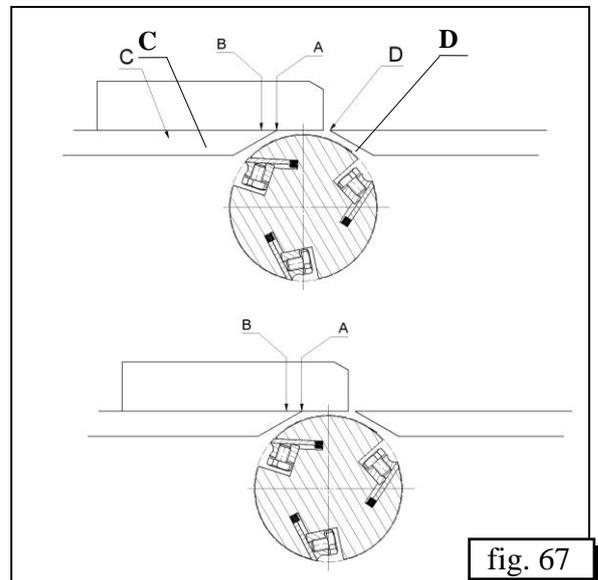

fig. 67
- ↓ La flèche **A** doit se confondre avec le bord de la table (fig. 67).